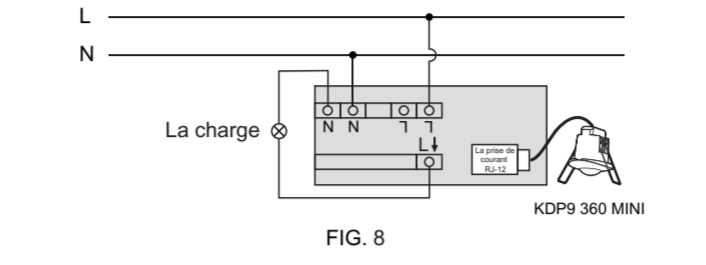

FIG. 8
- Pour l'éclairage : (voir FIG. 8).